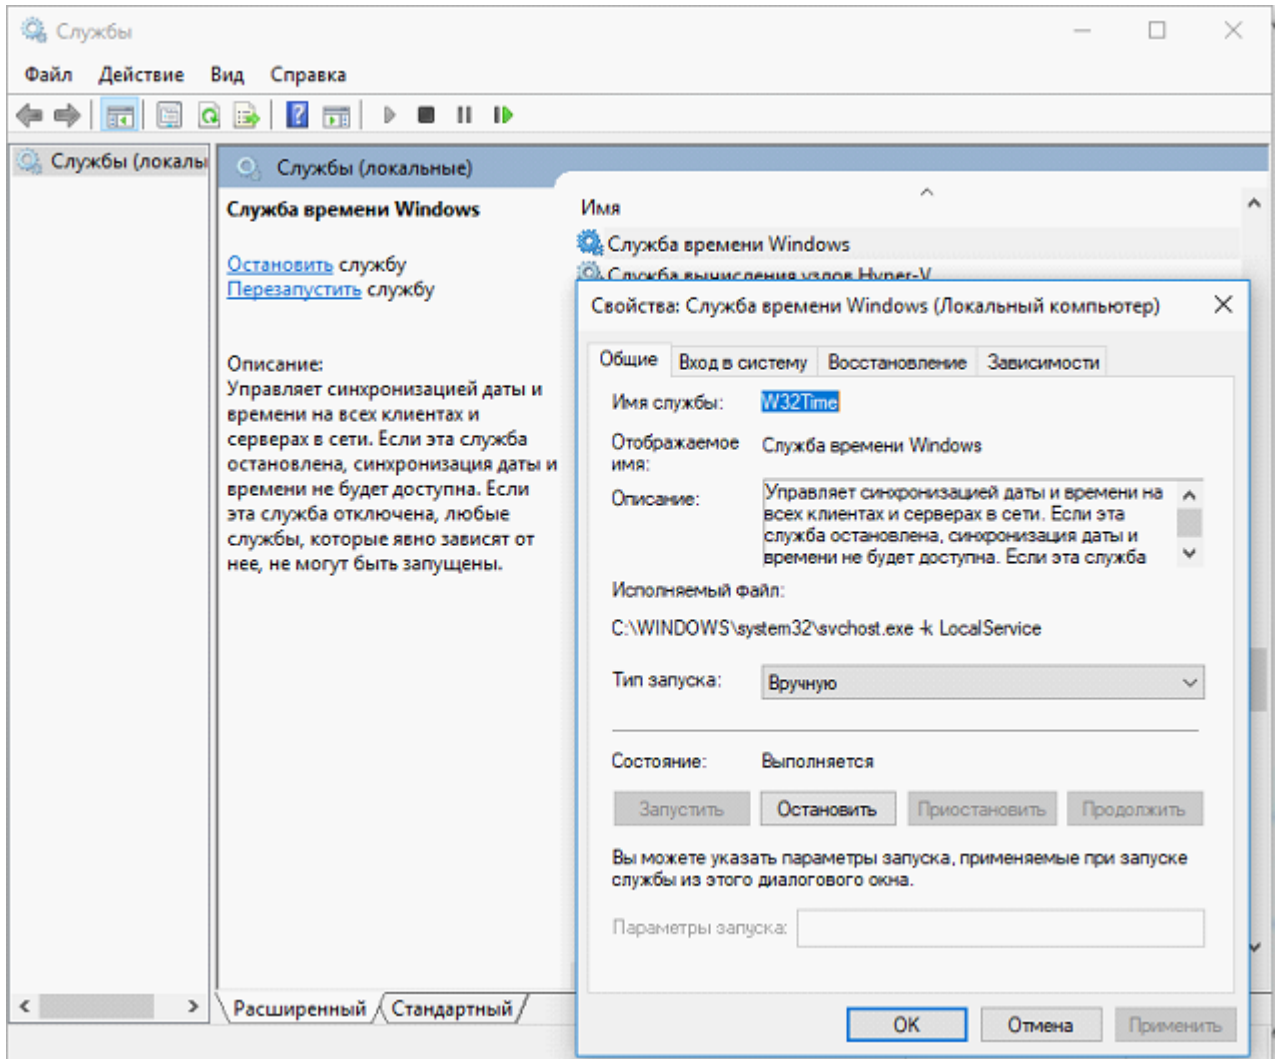

Рис. 15.3.1 Настройка типа запуска службы времени
- установить типа запуска службы времени Windows – «Вручную» (кнопка «Пуск» -> «Компьютер» -> ПКМ «Управление» -> «Службы» -> «Служба времени», см. Рис. 15.3.1);